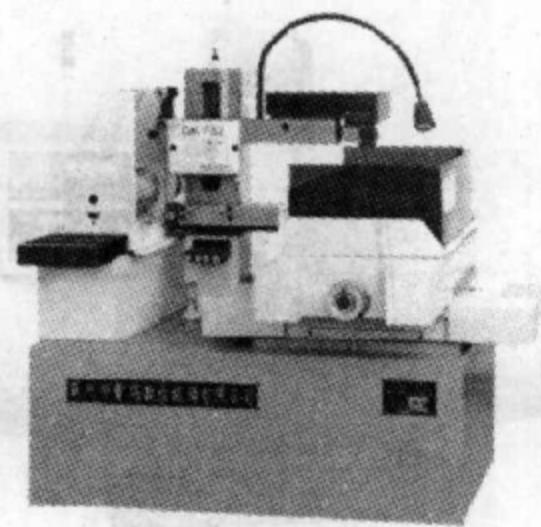

图 1-7 数控线切割机床
f. 数控线切割机床 数控线切割机床如图 1-7 所示，其工作原理与电火花成形机床相同，但其电极是电极丝（钼丝、铜丝等）和工件。